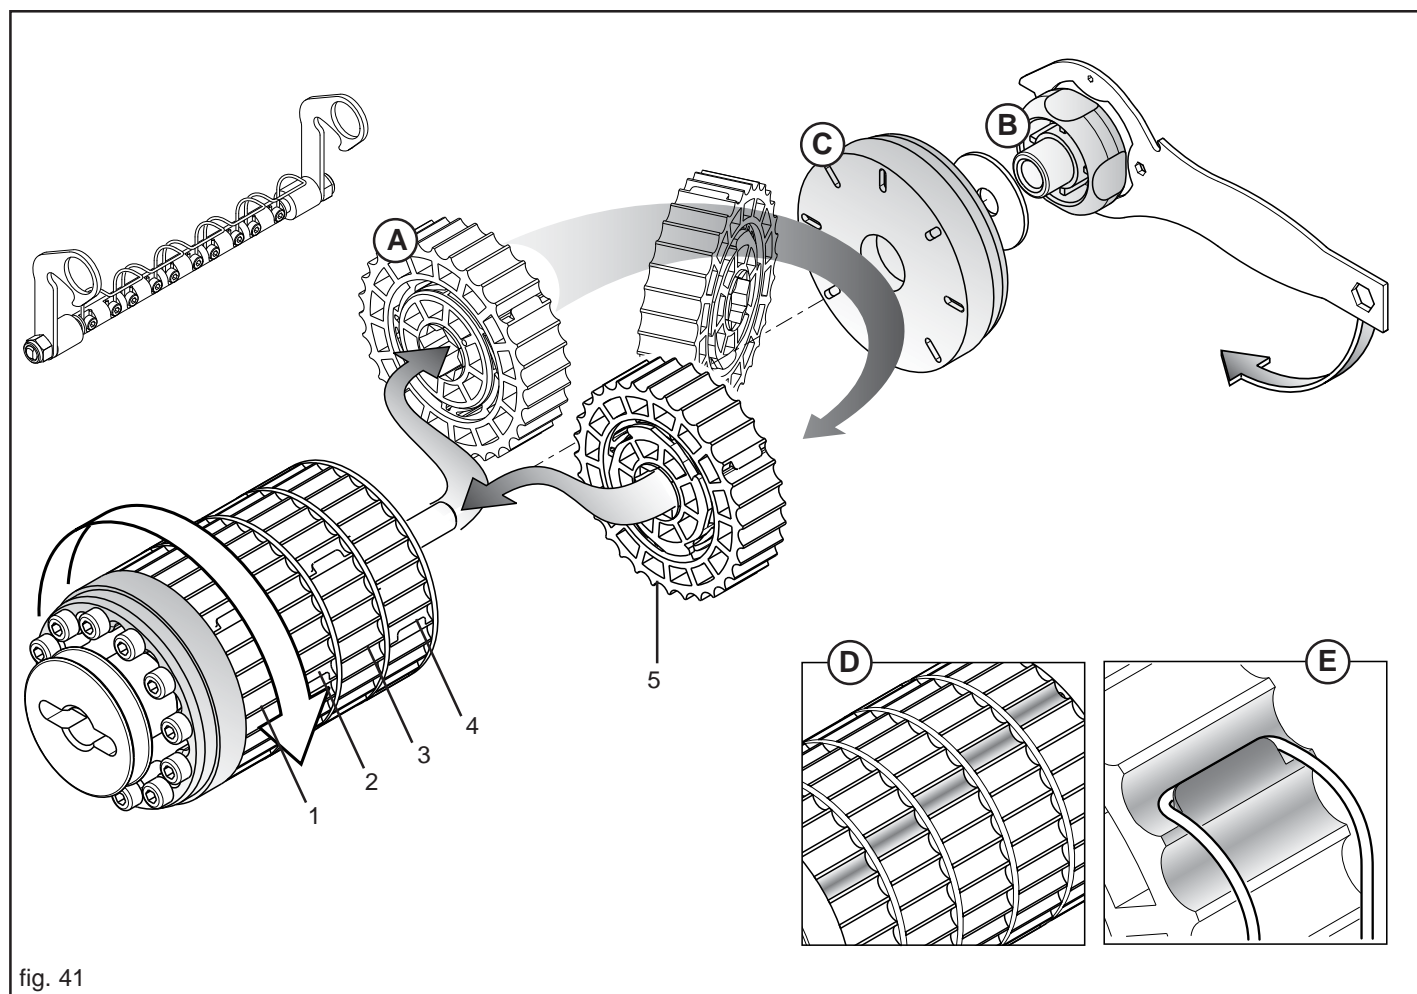

fig. 41
Premesso che ogni settore (A, Fig. 41) distribuisce il 20% di prodotto dell'intero rullo dosatore, è possibile aumentare i settori in lavoro e ridurre rispettivamente la velocità di rotazione del cambio, ottenendo una distribuzione omogenea.
Dopo aver smontato il rullo di dosaggio dall'attrezzatura, utilizzare la chiave in dotazione per svitare il pomello (B, Fig. 41) e togliere la ghiera di bloccaggio (C). Sfilare il settore o i settori da attivare e rimontarli capovolti di 180° **rispettando le posizioni** (1-2-3-4-5, Fig. 41).
Nel rimontare i settori, fare in modo che in condizioni di lavoro quelli attivi presentino le camere sfalsate una dall'altra (D, Fig. 41), per garantire continuità alla distribuzione.
Bloccare l'elemento pulitore nella posizione di lavoro, verificando che le molle aggancino i rispettivi settori esclusi (E, Fig. 41) impedendone la rotazione e quindi la distribuzione.